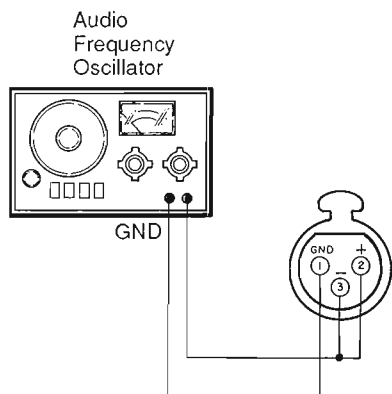

Fig. 13
Apply a 1.5KHz, 15dB (4.35Vrms) sine wave signal to this input (refer to figure 13).
- ① Lchのアナログイン (XLR-3-31) のホット (2ピン) とコールド (3ピン) の両端子をショートして、1 KHz 15dBs (4.35 V) の正弦波の信号を入力する。(Fig.13)
- ② TP700の同相信号レベルが最小になるようにVR703を調整する。
- ③ 同様にRchのアナログイン (XLR-3-31) のホット (2ピン) とコールド (3ピン) の両端子をショートして、1 KHz 15dBs (4.35 V) の正弦波の信号を入力する。(Fig.13)
- ④ TP701の同相信号レベルが最小になるようにVR704を調整する。
- ① テストディスクTX911730 (SONY YEDS-18) をセットしてディスク装着用重りで固定する。